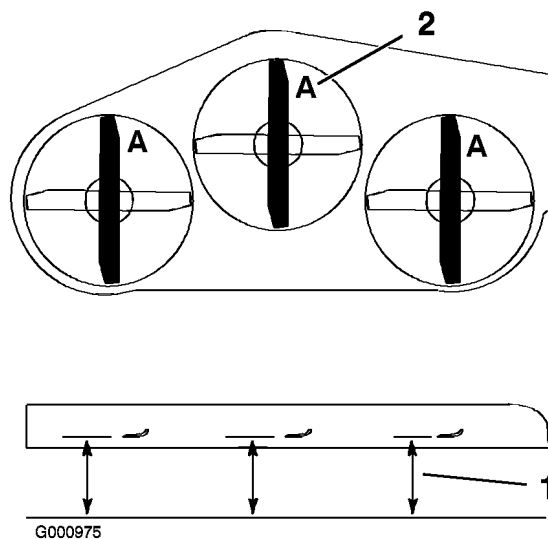

Figure 64
3. Tournez les lames dans le sens longitudinal (Figure 64). Mesurez la distance entre la surface plane et le tranchant (position A) des lames (Figure 64) et notez cette valeur.